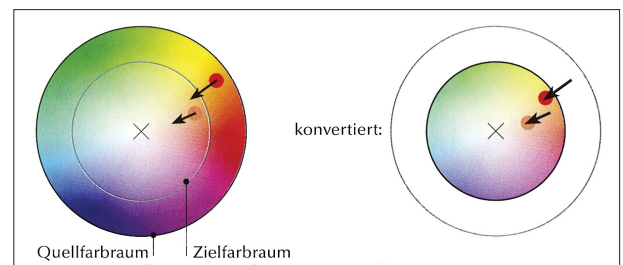

Abb. 13-9: Farbkonvertierung mit dem Rendering Intent Perzeptiv (Graefen, 2006), S. 39
Schwierig wird es dagegen, wenn das Ziel kleiner ist als die Quelle (Abb. 13-9). Dann kommt es unweigerlich zu Farbverlusten.“⁸¹
- fotografisch (perzeptiv, wahrnehmungsorientiert, Abb. 13-9),